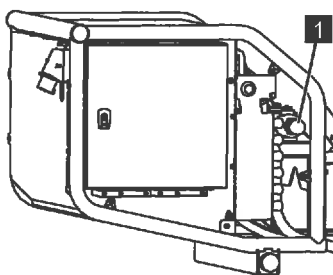

Abb. 170
6. Nach dem Notbetrieb das Ventil (Abb.170/1) gegen den Uhrzeigersinn entriegeln und die Abdeckhaube wieder anschrauben.